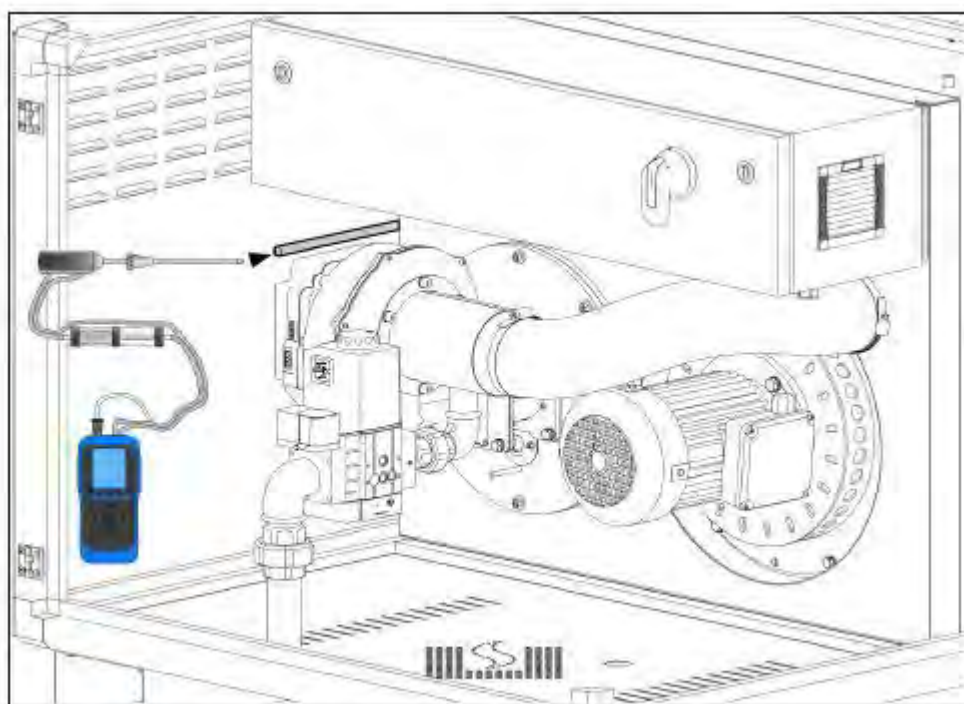

Fig. 49
17) Au débit calorifique nominal (puissance maxi), procéder à une vérification de l'hygiène de combustion à l'aide d'un analyseur de combustion adapté (voir fig. 49). Procéder à un réglage éventuel de la pression gaz maxi (section 4.2) en se basant sur les valeurs de références du tableau 13.
Pour procéder à l'analyse de combustion utiliser le point de prélèvement situé à la base du conduit d'évacuation des fumées (fig 49).
Afin d'obtenir une valeur optimale d'hygiène de combustion, raccorder au point de prélèvement prévu (fig. 49) un analyseur adapté et calibré. Procéder ensuite au réglage de la pression gaz mini et maxi du X CERK HE selon la procédure suivante :
Valeurs de réglages (mesurées dans le conduit d'évacuation Fig.49) pour toutes les puissances mentionnées sur la plaque d'identification de la bande radiante.